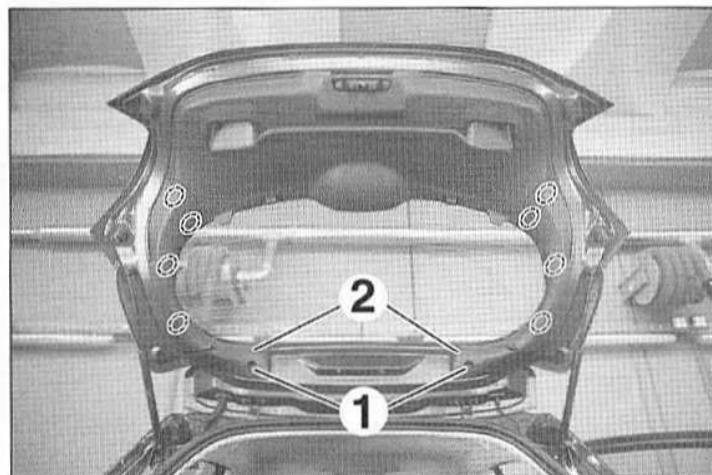

FIG.35
- Déposer les vis (1) (Fig.35).
- Dégrafer puis déposer les garnitures latérales (2).